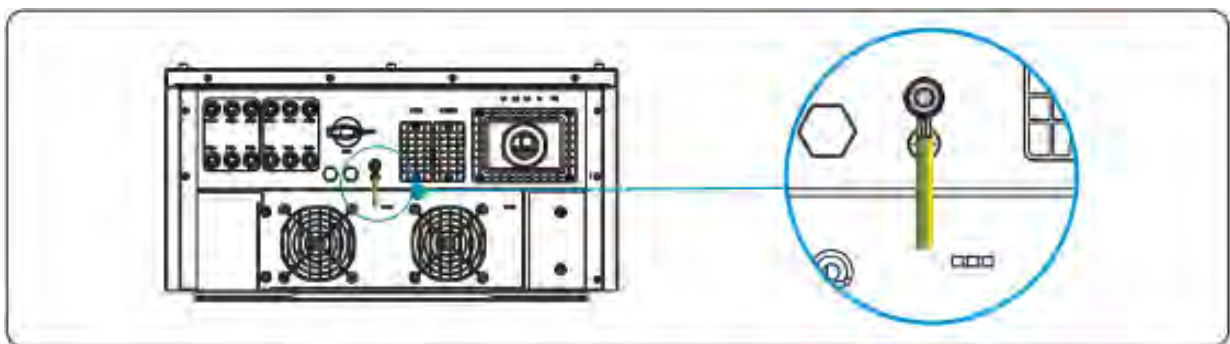

Figura 5.3 Fissare il cavo PGND
Passo 3 Fissare il cavo PGND con la vite di messa a terra e serrare la vite con una coppia di 3 Nm come mostrato nella Figura 5.3.